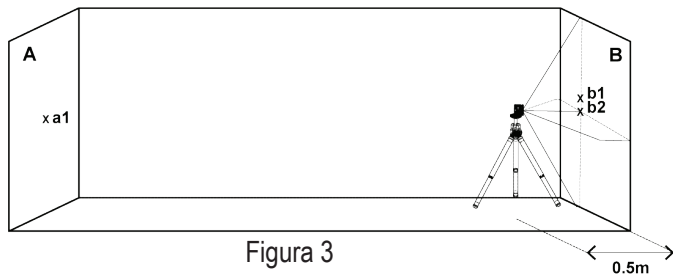

Figura 3
- 7) Marcați pe peretele B centrul liniilor încrucișate cu **b2** (vezi Figura 3).